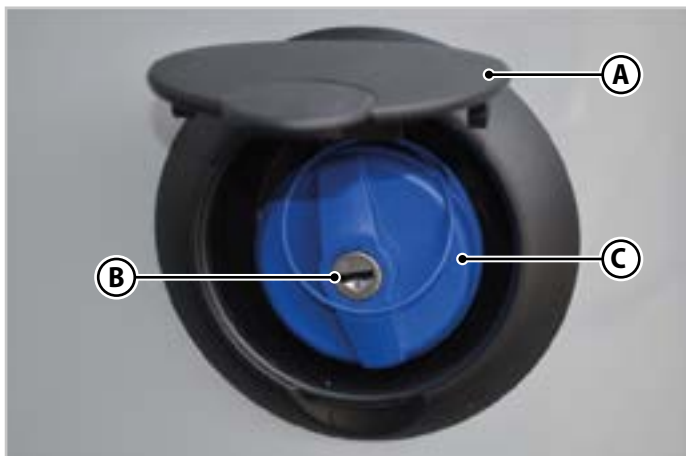

Fig.6.31 - Påfylling av ferskvannstank
1. Løft klaffen (**A** - Fig.6.31) for å få tilgang til vannfyllestussen på siden av kjøretøyet.
2. Sett nøkkelen inn i låsen (**B** - Fig.6.31).
4. Vri hetten (**C** - Fig.6.31) i retning mot klokken og ta den av.